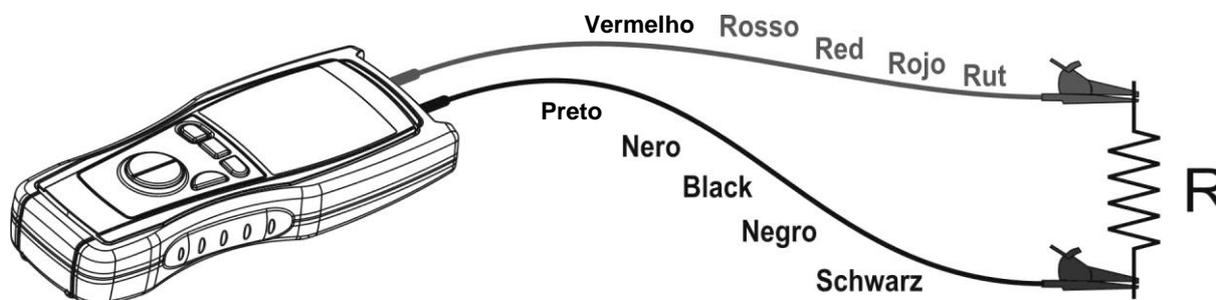

Fig. 4: Ligação dos terminais do instrumento para testes de Ω
- Colocar as ponteiros nos pontos pretendidos do circuito em exame (ver Fig. 4).